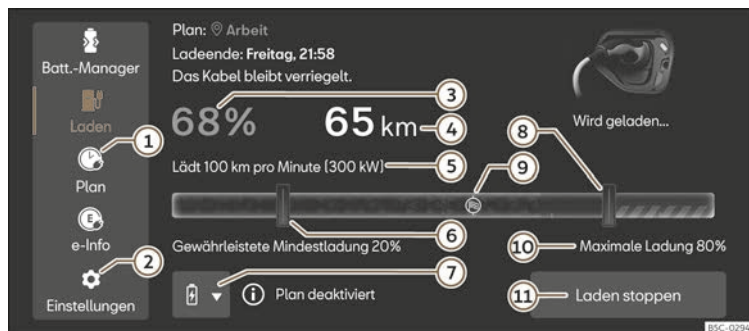

Abb. 67 Im Infotainment-System: Hauptmenü Laden.
2. Drücken Sie die Taste ② >>> (Abb. 67).